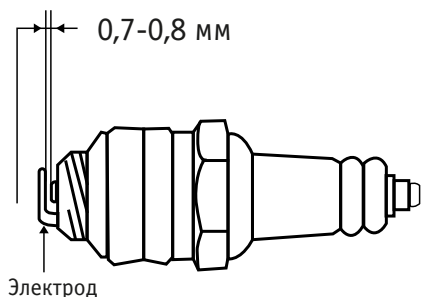

Рис. 6
4. Проверьте щупом зазор электродов свечи. Зазор должен быть 0,7-0,8 мм. Исправьте его, аккуратно загибая боковой электрод, если нужно (**рис. 6**).